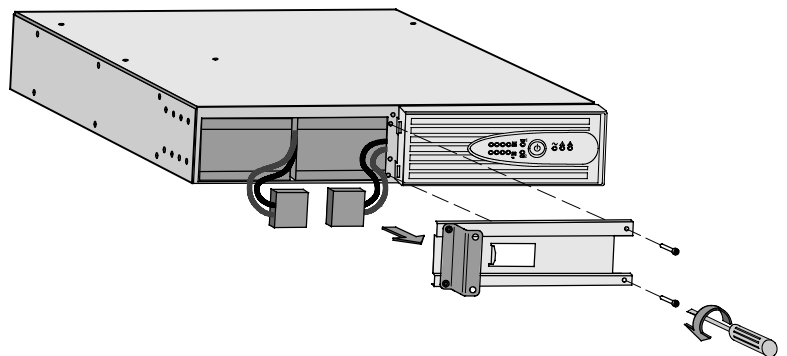

Рисунок 27. Снятие крышки батареи
3. Отвинтите и снимите металлическую крышку батареи (см. Рисунок 27).